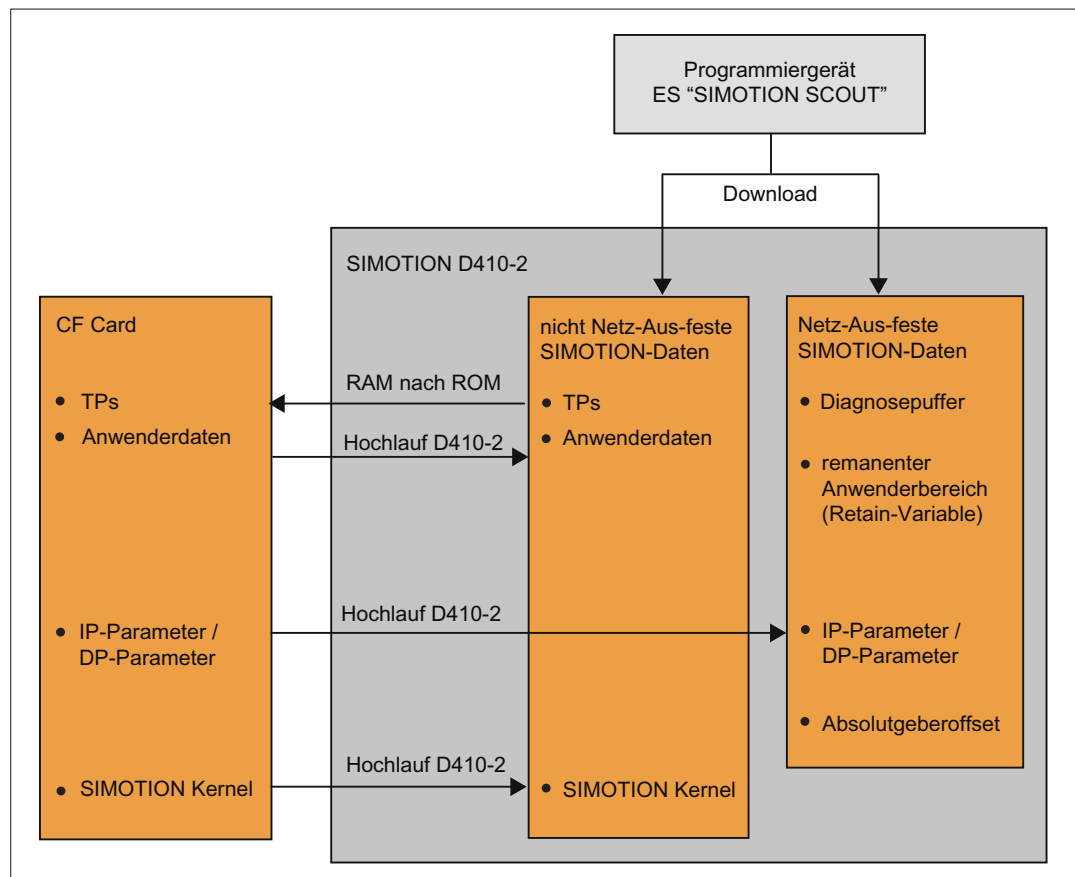

Bild 4-2 Speichermodell SIMOTION D410-2
- Bild 4-2 Speichermodell SIMOTION D410-2 (Seite 59)